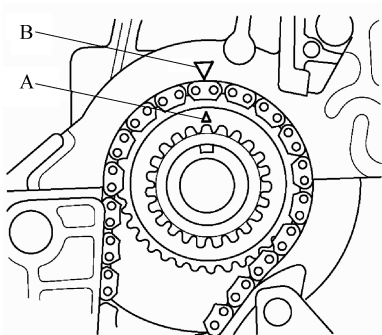

图 2-91 设置曲轴于 TDC 位置
1) 将曲轴置于上止点(TDC)位置。将曲轴链轮上的TDC标记(A)与发动机体上的指示标(B)对齐,见图2-91。